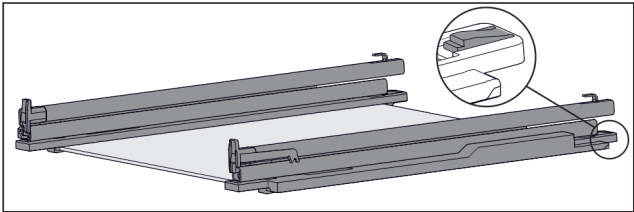

Fig. 132 带轨道和固定件的玻璃隔板
- ▶ 将固定件后部向下压 (参见 Fig. 132) ，同时向后推轨道。